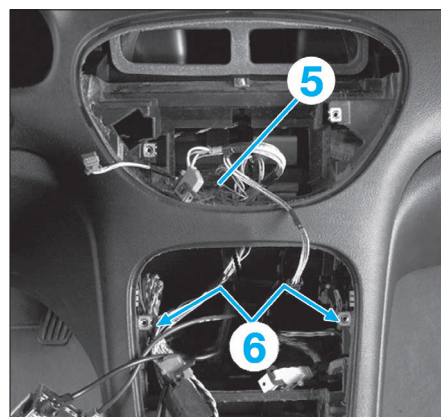
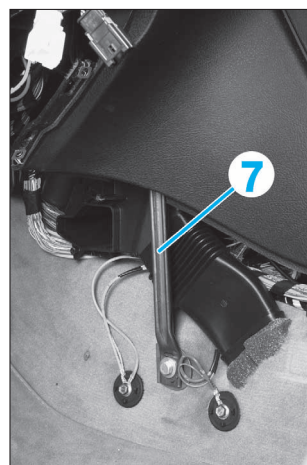

FIG. 13
FIG. 14
- la vis centrale inférieure (4) de la planche de bord.
- la vis centrale supérieure (5) (Fig.13) de la planche de bord.
- les 2 vis (6) de fixation de la planche de bord au bloc de chauffage-climatisation.
- la béquille de soutien (7) (Fig.14) maintenue en haut (2 écrous) et en bas (1 vis).